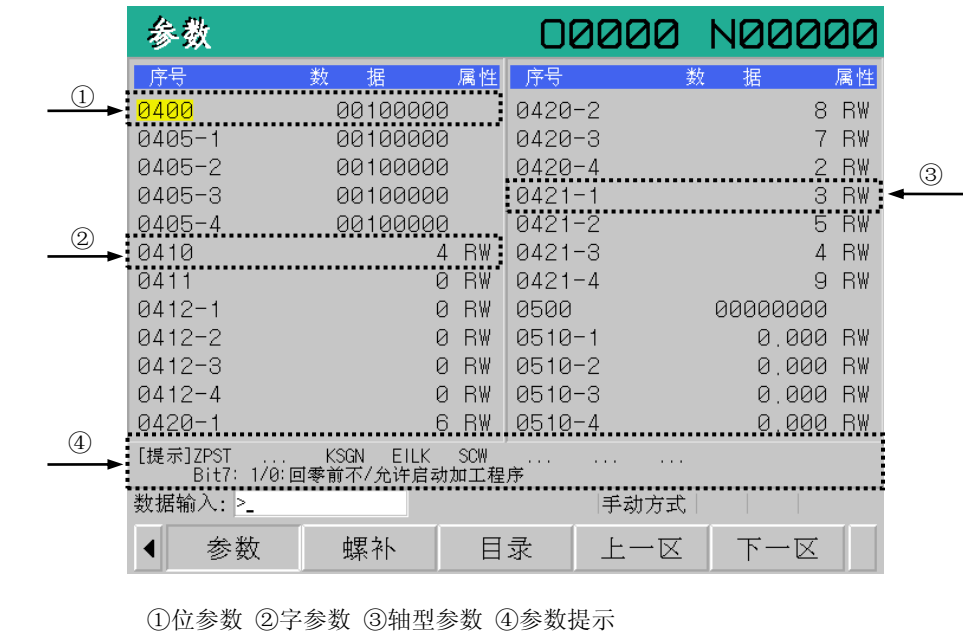

图 10.6-1 参数子画面
参数可分为位参数和字参数。如图 10.6-1，标注①处，参数 0400 是位参数；标注②处，参数 0410 是字参数。
参数还可分为轴型参数和非轴型参数。如图 10.6-1，标注③处，参数 0421 是一个轴型参数。每一个轴型参数实际都对应 N 个参数，N 等于系统中 NC 轴的个数（由参数 P410 设置）。每个轴对应的轴型参数的参数号都在最后附加轴的编号，如第 1 轴对应的 0421 参数为“0421-1”。